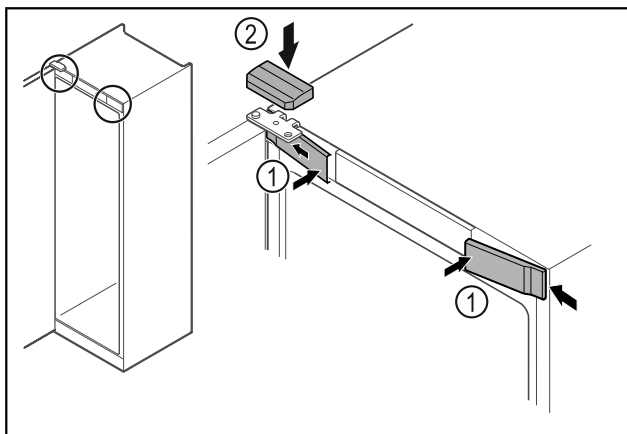

Fig. 27
- ▶ Obesite sprednje pokrove Fig. 27 (1) na stran in jih zaskočite.
- ▶ Zgornji pokrov Fig. 27 (2) namestite z zgornje strani.